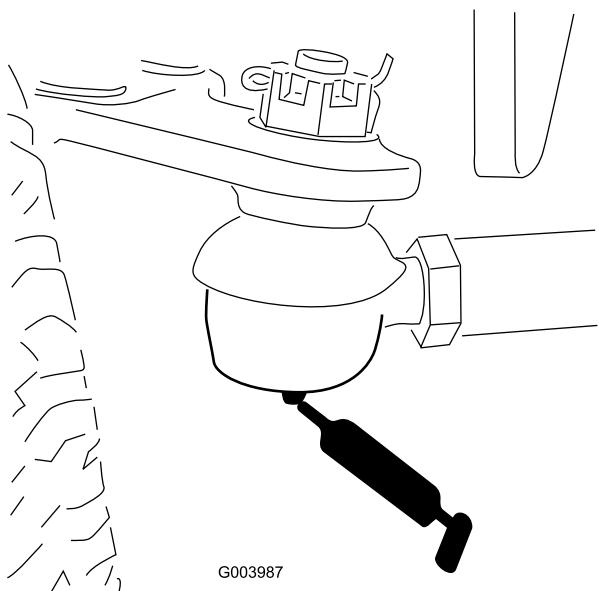

Figura 68
- Tirante del ponte posteriore (2)–Figura 68